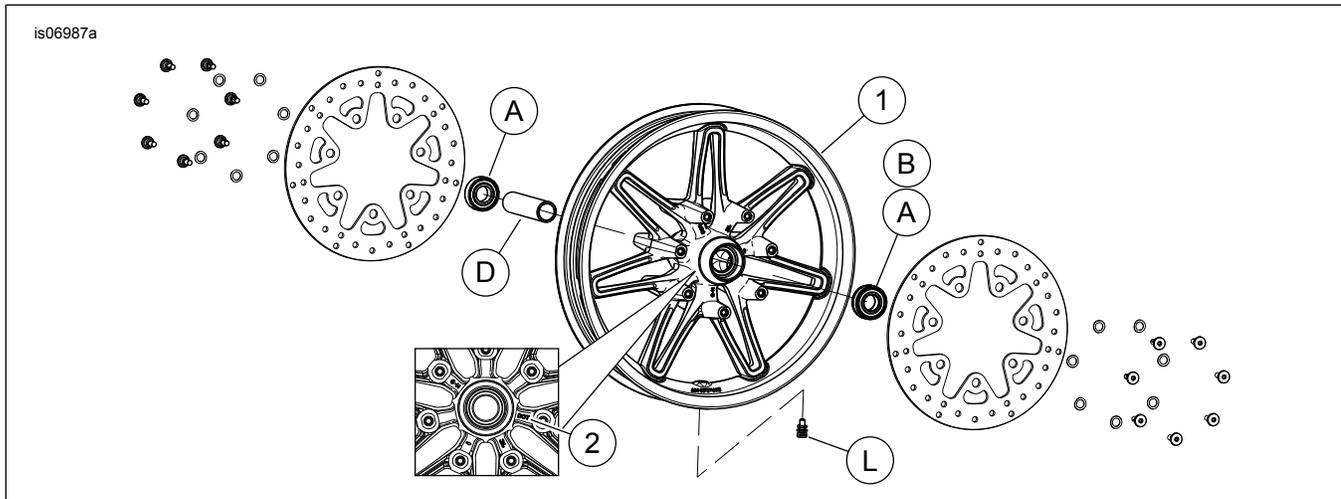

Figura 1. Piezas de servicio: Ruedas delanteras Chisel (se muestra la de 17 pulg.)
Vea Figura 1 y las Tablas de piezas de servicio.
2. Vea Figura 1. Instale el conjunto del vástago de la válvula (L) en la rueda. Vea el Manual de servicio.